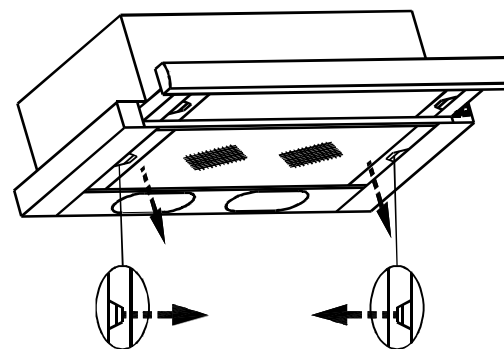

РИС. 6
8.3 Для очистки алюминиевого фильтра извлеките его из зонта (рис. 6) и произведите его очистку с помощью щетки водным раствором нейтрального моющего средства вручную или в посудомоечной машине (при 60°C). Сильно загрязненный фильтр не следует мыть в посудомоечной машине.
- снимите алюминиевый фильтр (рис. 6);
- снимите алюминиевый фильтр, как показано на (рис. 6);